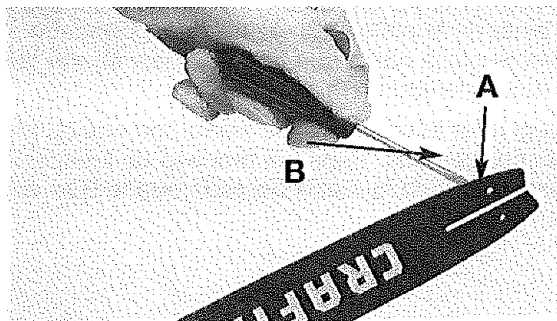

Fig. 38
DESGASTE DE LA BARRA - Para asegurarse de que el desgaste de la barra es uniforme en las partes superior e inferior de la barra: Retire la barra y reinstálela en intervalos regulares (cada 5 horas de uso) Consulte la página 42, Extracción de la barra / Sustitución. (Fig. 38).
PASOS DE ACEITE (A) Los pasos de aceite de la barra deben limpiarse para asegurar un lubricado correcto de la barra y la cadena durante el funcionamiento. Esto puede hacerse usando un cable fino y pasándolo por el orificio de descarga. (fig. 38)